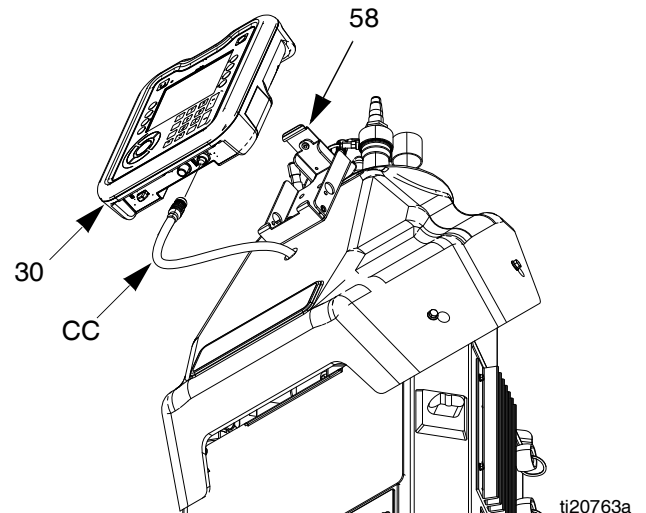

FIG. 48
2. Desconecte el cable (CC) de la parte inferior del ADM (30). Consulte la FIG. 48.
3. Retire el ADM del soporte (58).